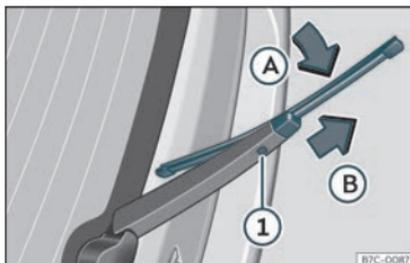

Fig. 39 Remplacement du balai d'essuie-glace arrière.
- Faites pivoter légèrement le balai d'essuie-glace » fig. 39 (flèche A).
- Maintenez la touche de déverrouillage ❶ enfoncée et tirez en même temps sur le balai dans le sens indiqué par la flèche B.
- Insérez sur le bras d'essuie-glace arrière un balai d'essuie-glace neuf **de même longueur et de même type** dans le sens contraire de la flèche B et jusqu'à ce que la touche ❶ s'encastre.